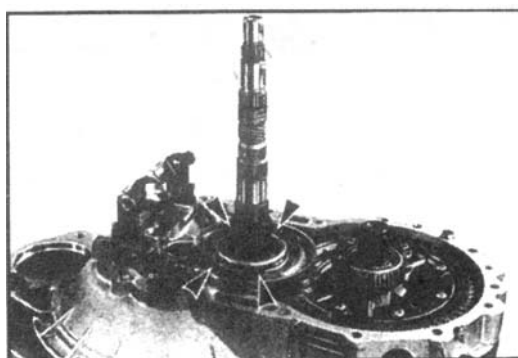

图 4-31 拆卸变速器（二十二）
(22) 旋下输出轴前轴承挡板紧固螺钉，拿出输出轴前轴承挡板及输出轴。取出差速器总成。拆下倒档拨叉及支架、回位弹簧、球头座，如图 4-31 所示。